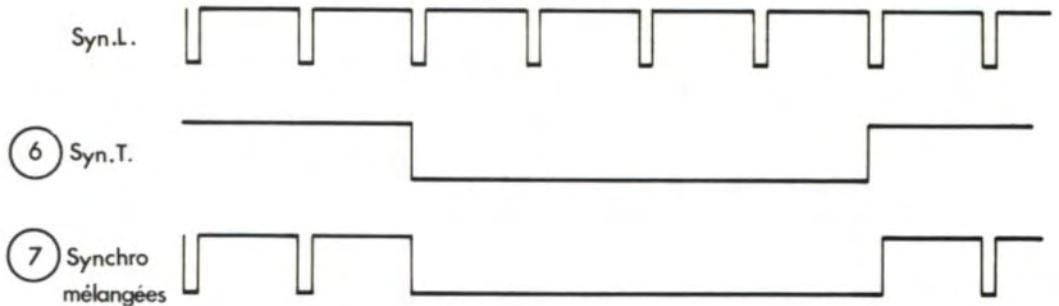

Fig 3.6
La synchro ligne en positif issue de Q6 est inversée par Q10. Les diodes CR3 et CR4 constituent une porte OU et reçoivent, d'une part, la synchro ligne de Q10, d'autre part, la synchro trame issue du compteur plot (6). Le signal de porte sur R23 constitue le signal des synchros ligne et trame mélangées; signal disponible au plot (7), fig. 3.6.